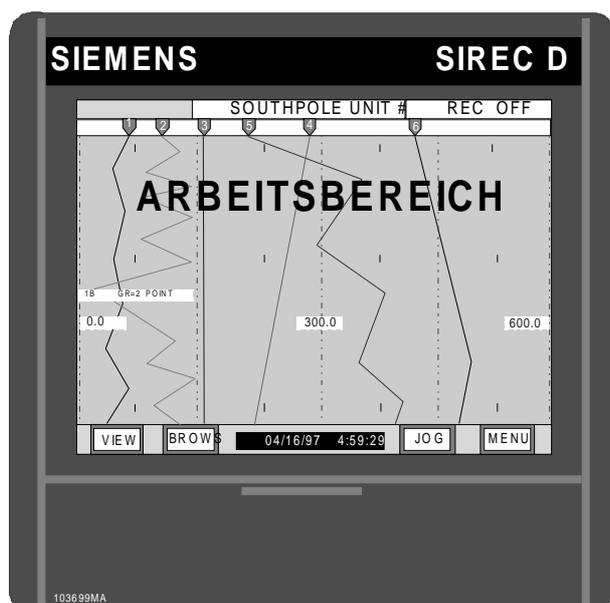

Bild 3-1 Schreiber und Bildschirm
Ein leichtes Berühren des Bildschirmbereichs, in dem eine Taste abgebildet wird, löst die entsprechende Funktion aus. Ist der Lautsprecher eingeschaltet, reagiert der Schreiber auf einen "Tastendruck" auch mit einem kurzen Piepton. Bild 3-1 zeigt den Standardbildschirm. Steuerbefehle, die über die Tasten kommen, rufen entweder direkt eine Funktion auf oder geben den Zugriff auf weitere Menüs und Abfragen frei. Im folgenden wird die Funktion jeder Taste beschrieben. Um Parallaxfehler zu ver-
C. Grafikbereich - Der Grafikbereich kann ein Vollbild zeigen oder in mehrere Abschnitte unterteilt sein, in denen Kombinationen der Hauptansichten gleichzeitig dargestellt werden. Dazu gehören Kurvenschriebe, Balkendiagramme, Digitalwerte und Alarmzustände. In der Tastenleiste können Sie mit der Taste **VIEW** die einzelnen Ansichten fortlaufend auswählen (siehe Bild 3-1).